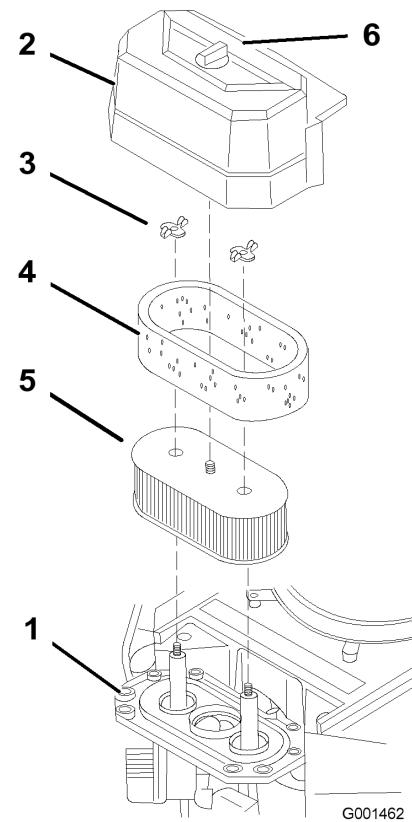

Figure 25
6. Posez la goupille fendue entre les leviers de déplacement et les verrous de point mort, et dans les axes de chape (Fig. 25).
3. Nettoyez la surface autour du filtre à air pour éviter que des impuretés n'endommagent le moteur en tombant à l'intérieur (Figure 25).
4. Dévissez le bouton du couvercle et déposez le couvercle du filtre à air (Figure 25).
5. Dévissez les 2 écrous à oreilles et déposez l'ensemble filtre à air (Figure 25).
6. Sortez délicatement l'élément en mousse de l'élément en papier (Figure 25).
1. Ne nettoyez pas l'élément en papier. Remplacez-le toutes les 200 heures de fonctionnement (Figure 25).
1. Glissez délicatement l'élément en mousse sur l'élément en papier (Figure 25).
2. Posez l'ensemble filtre à air sur sa base et fixez-le en place avec les 2 écrous à oreilles (Figure 25).
3. Mettez le couvercle du filtre en place et serrez le bouton (Figure 25).